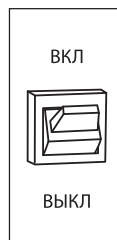

рис. 9
9. Установите кнопку запуска в положение «ВКЛ» (рис. 9).